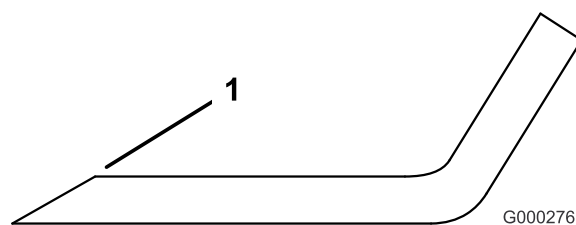

Figura 87
3. Inspeccione los filos de todas las cuchillas. Afílelos si están romos o tienen mellas. Afíle únicamente la parte superior del filo y mantenga el ángulo de corte original para asegurar un filo correcto (Figura 87). La cuchilla permanecerá equilibrada si se retira la misma cantidad de metal de ambos bordes de corte.